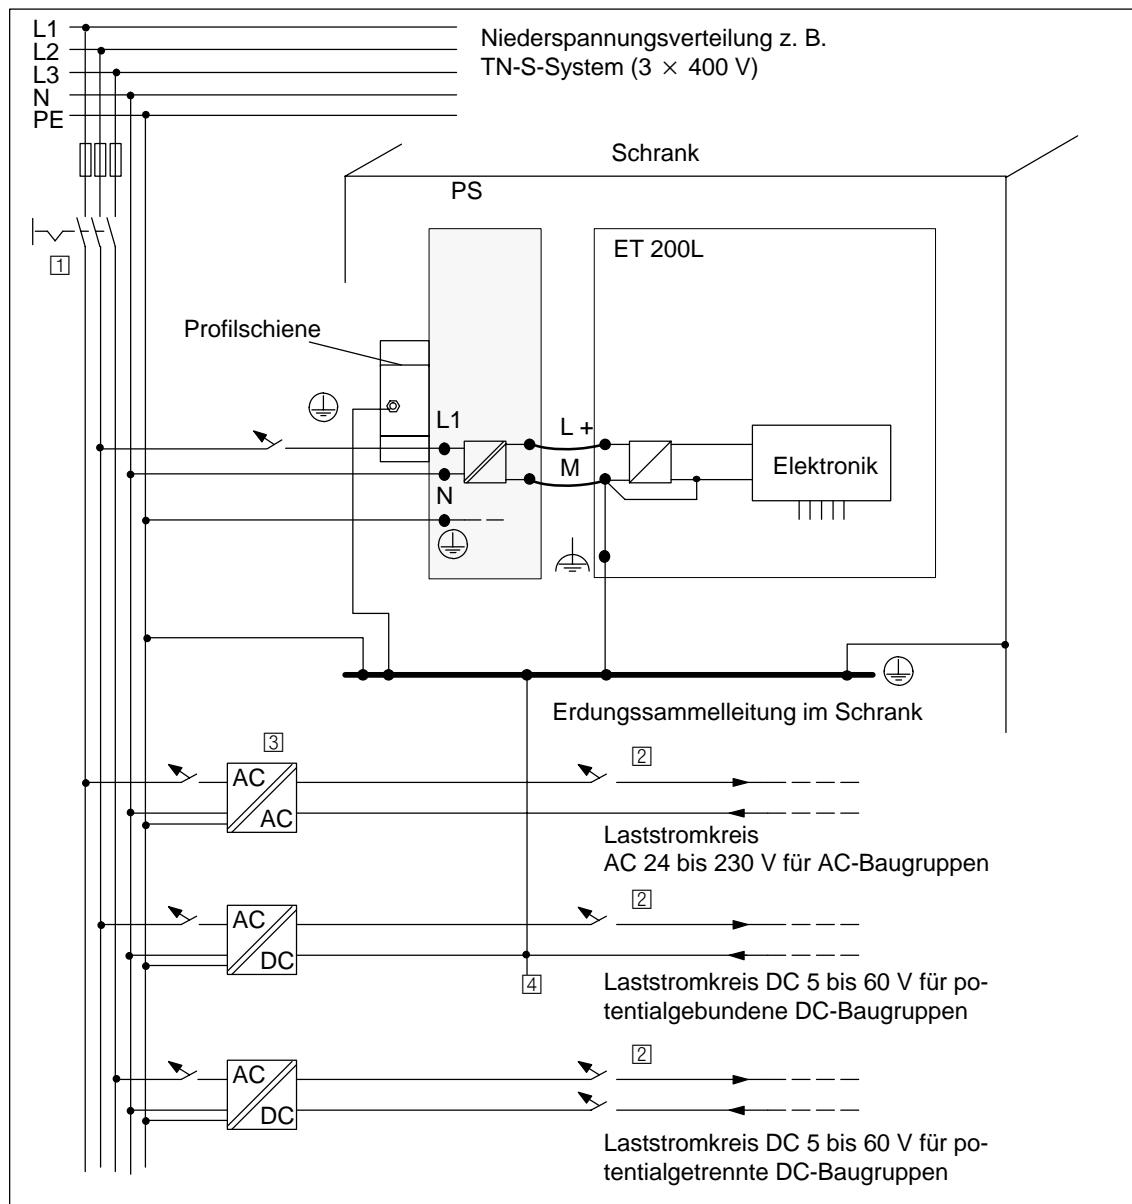

Bild 3-1 ET 200L aus geerdeter Einspeisung betreiben
Für die Errichtung einer Gesamtanlage sind verschiedene Komponenten und Schutzmaßnahmen vorgeschrieben. Die Art der Komponenten und der Verbindlichkeitsgrad der Schutzmaßnahmen ist abhängig davon, welche DIN VDE-Vorschrift für Ihren Anlagenaufbau gilt. Die folgende Tabelle bezieht sich auf Bild 3-1.
| Vergleiche ...   | Bezug zu Bild 3-1 | DIN VDE 0100  | DIN VDE 0113  |
Durch das gemeinsame Bezugspotential (Erde) ist eine einwandfreie Funktionssicherheit gegeben. Sehen Sie am Lastnetzgerät (Klemme L- bzw. M) oder am Trenntransformator eine lösbare Verbindung zum Schutzleiter vor (Bild 3-1, ④). Diese Maßnahme erleichtert Ihnen bei Fehlern in der Energieverteilung die Lokalisierung von Erdschlüssen.
Bild 3-1 zeigt die Stellung des ET 200L im Gesamtaufbau (Laststromversorgung und Erdungskonzept) bei Einspeisung aus einem TN-S-Netz.